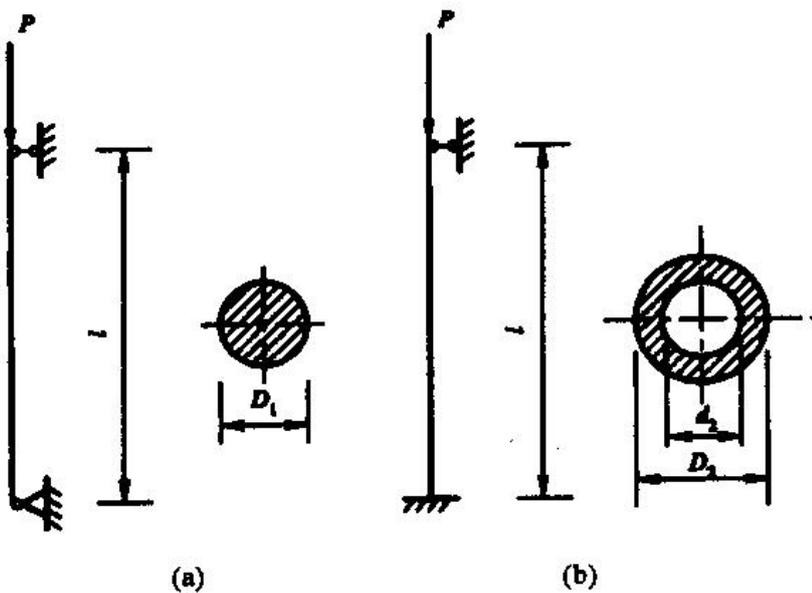

图 12
- (2) 用第三强度理论校核 K 点的强度。（25 分）
5. 图 12 所示两个细长压杆，其材料、长度和截面面积均相同，B 杆内外径之比 $d_2/D_2=0.6$ ，则两杆临界压力的比值是多少？（10 分）